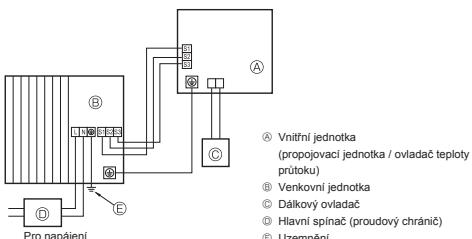
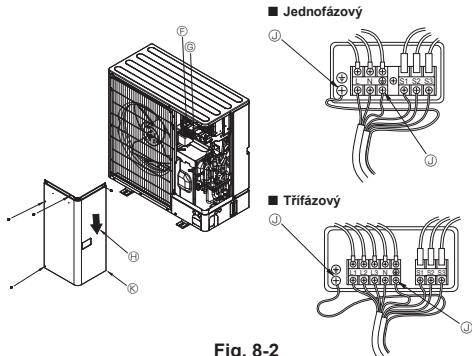

Fig. 8-1
Fig. 8-2
### 8.1. Venkovní jednotka (Fig. 8-1, Fig. 8-2)
① Sejměte servisní panel.
② Zapojte kabely podle Fig. 8-1 a Fig. 8-2.